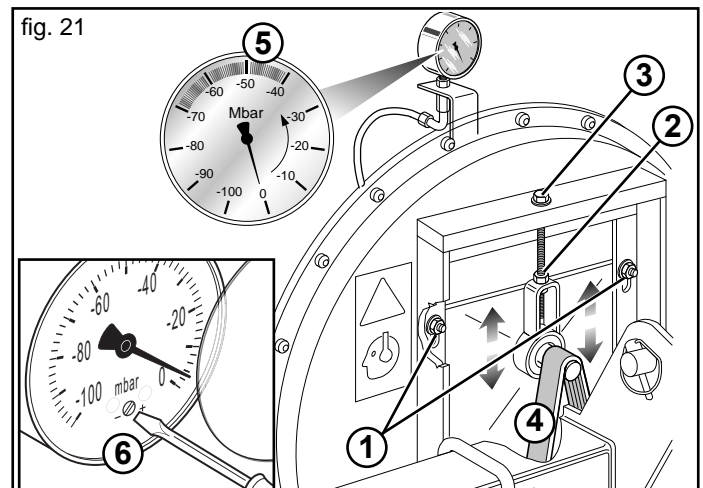

fig. 21
L'aspiratore (Fig. 21) crea il vuoto all'interno dei distributori, permettendo che i semi vengano risucchiati sui fori del disco.
- Allentare le 4 viti (1, Fig. 21);
- Allentare il dado (2, Fig. 21);
- Se consumata, sostituire la cinghia (4, Fig. 21);
- Mettere la cinghia in trazione serrando la vite (3, Fig. 21);
Il vacuometro (5, Fig. 21) misura il vuoto; quello fornito indica valori di aspirazione da -0 a -100 mbar. I valori indicativi medi di aspirazione sono: